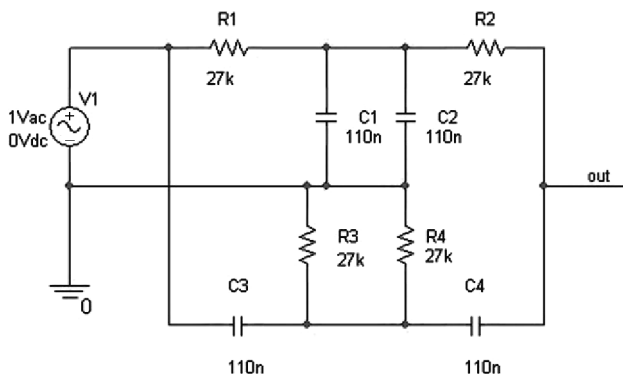

图 4.6 双 T 形陷波滤波器
如图 4.6 所示为无源双 T 形陷波滤波器。对电路进行交流扫描分析，绘制其幅频特性曲线。
1. 绘制如图 4.6 所示的陷波滤波器电路。独立电流源 V_{AC} 选自 source 元件库。
如图 4.6 所示的陷波滤波器电路中，电阻 $R = 27\text{k}\Omega$ ，电容 $C = 110\text{n}$ 。利用公式 (4.1) 求陷波频率值：